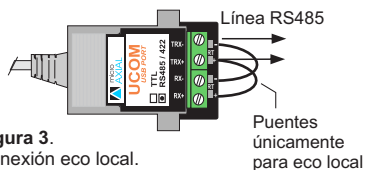

Figura 3.
**Eco local (echo on).** El eco se activa al instalar los puentes indicados en la figura 3. Opción válida en 2 hilos. Emplearla solo cuando el soft de aplicación lo demande.